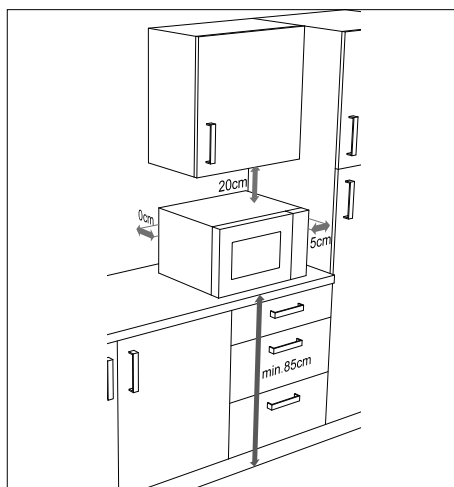

Abb. 5 – Geräteabstand
- ▶ Für eine ausreichende Belüftung müssen die dargestellten Abstände eingehalten werden (**siehe Abb. 5**). Der Abstandshalter an der Geräterückseite muss die Wand berühren. Er gewährleistet den korrekten Abstand beim Aufstellen der Mikrowelle.